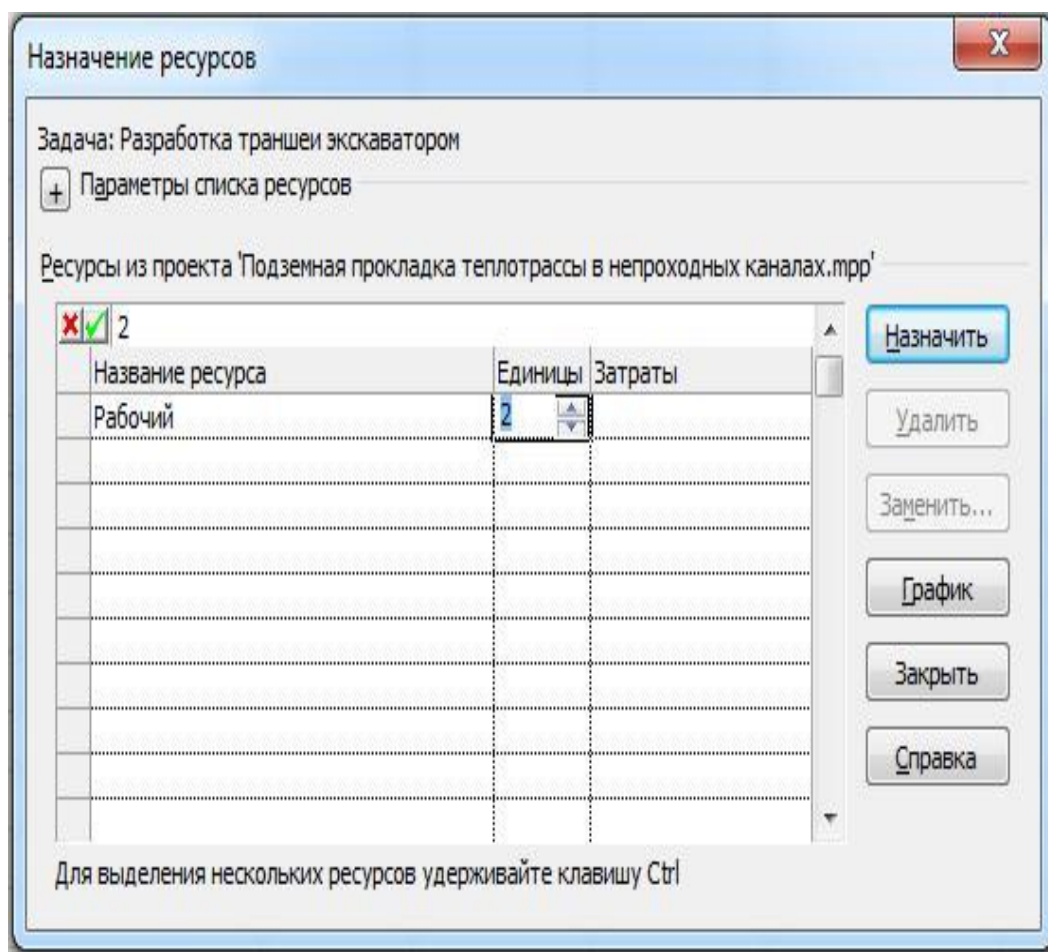

Рис. 22 Задание единиц количества ресурса
7) Затем в окне «Назначение ресурсов», в столбце «Единицы» щелкаем левой кнопкой мыши на ячейке напротив отображающегося ресурса «Рабочий» и выбираем при помощи стрелочек значение «2» (рис. 22).